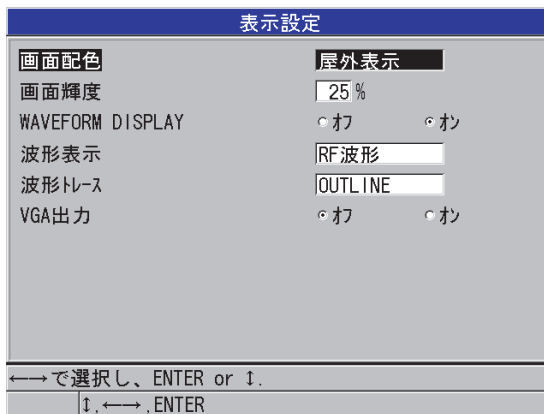

図 4-3 表示設定画面
2. DISPLAY SETTINGS (表示設定) 画面 (60 ページの図 4-3 参照) で、希望のパラメータおよび以下のパラメータの値を選択します。